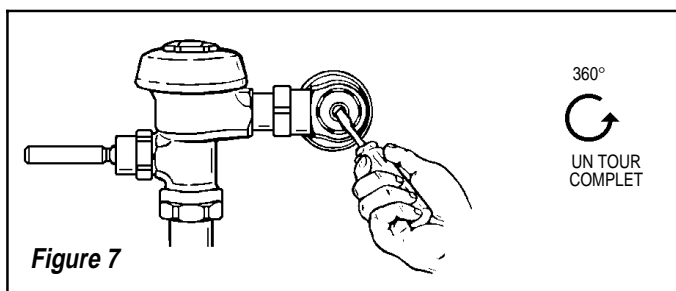

Figure 7
Étape 7 — Réglage de la vanne d'arrêt (Figure 7)